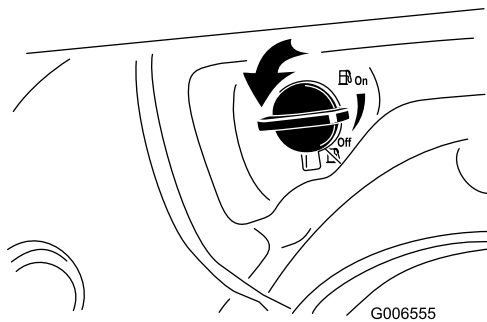

Bild 25
2. Drehen Sie den Kraftstoffhahn eine Vierteldrehung nach links, um ihn zu öffnen (Bild 25).